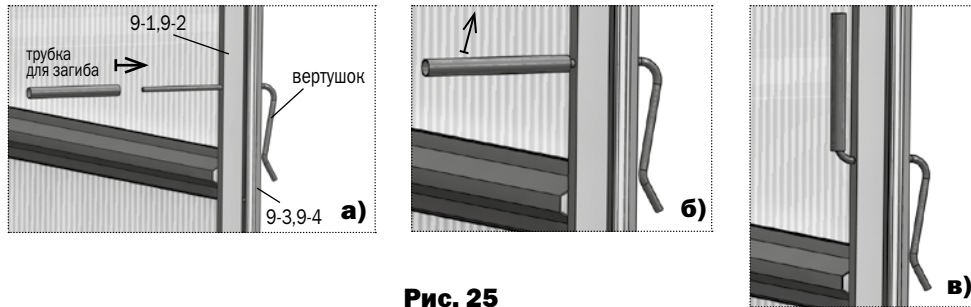

Рис. 25
10. Проволочный вертушок для запирания дверей и форточек вставляется в отверстия стоек дверного проема прямым концом с наружной стороны до упора. С помощью трубки выполняется загиб внутреннего прямолинейного конца рукой вверх (**рис. 25**). Такая конструкция вертушка позволяет упруго прижимать двери и форточки торцов в закрытом состоянии, находясь как снаружи так и внутри теплицы.